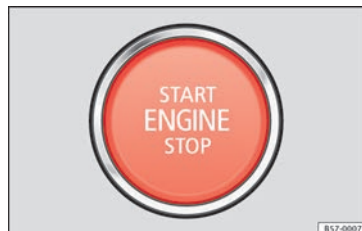

Fig. 187 Na parte inferior da consola central: botão para ligar o motor.
3.	Pressione brevemente o botão de arranque »» Fig. 187 sem pisar o acelerador. Para que o motor arranque, deve ter uma chave válida no veículo. Depois de arrancar o motor, a iluminação do botão START ENGINE STOP altera para iluminação fixa indicando que o motor arrancou.
5.	Pressione brevemente o botão de arranque »» Fig. 187. O botão (START ENGINE STOP) volta a piscar. Se o motor não se desligar, realize uma desativação de emergência »» Página 180.